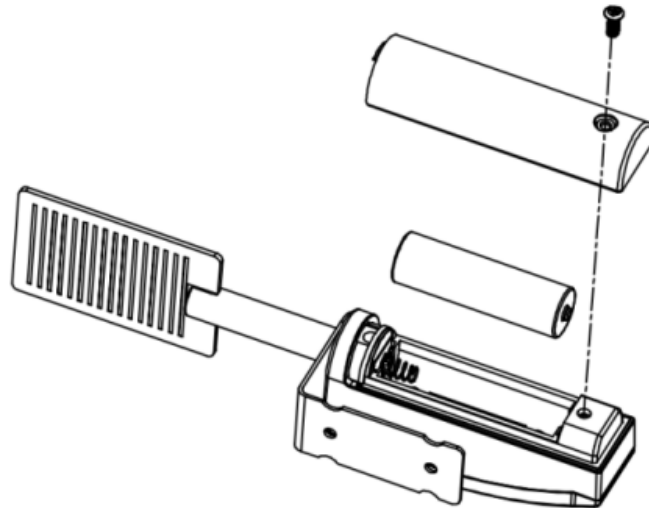

Abbildung 2: Einlegen der Batterie
1. Entfernen Sie das Batteriefach auf der Rückseite des Senders, indem Sie die Schraube entfernen (siehe Abbildung 2)